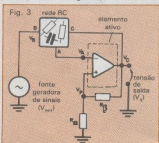

Fig. 3
**Circuitos biquads com realimentação positiva** — Uma segunda configuração, de amplo emprego, dos circuitos *biquads* é a de realimentação composta (fig. 3). Observe que a idéia consiste na inclusão de um elo de retorno junto à entrada inversora do amplificador operacional (realimentação negativa), através dos elementos resistivos  $R_1$  e  $R_2$ , ao passo que o terminal não inversor se conecta à rede passiva RC, a qual recebe informações provenientes de  $V_{ent}$  e  $V_o$  (impondo, em consequência, uma realimentação positiva).